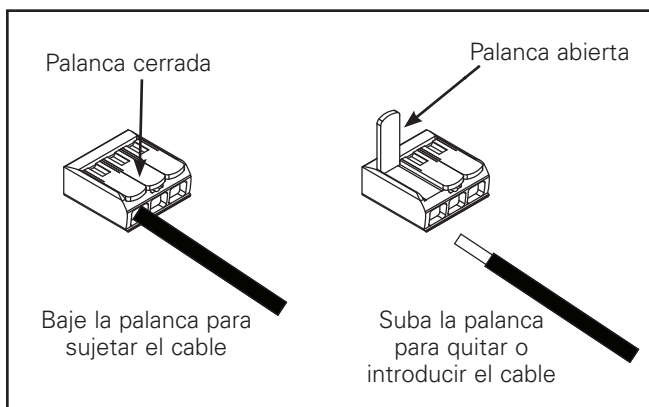

Figura 43
4. Conecte los cables conductores de suministro a los cables conductores de la caja de empalmes (línea, neutro y tierra) en el accesorio con los conectores de palanca. (Figura 43). Cerciérese de no dejar conductores desnudos por fuera de los conectores de palanca.
5. Levante la lengüeta naranja del conector para soltar el cable y ciérrelo para sujetar el cable en el lugar. (Figura 43).